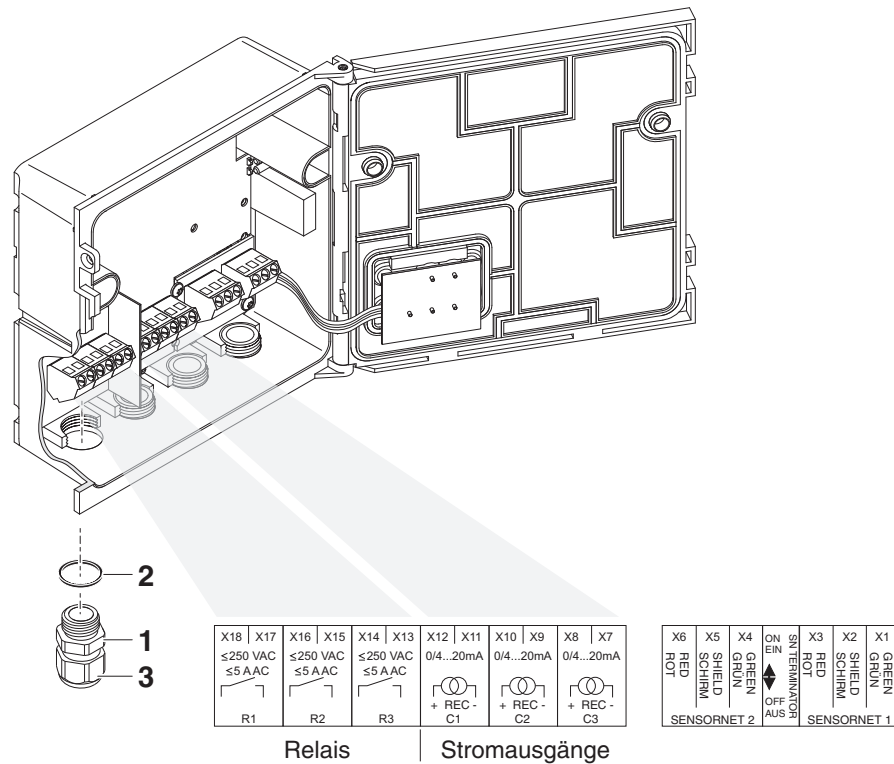

Bild 3-1 Klemmleiste mit den Relais- und Stromanschlüssen
- 2 Die Kabelverschraubung (Pos. 1 in Bild 3-1) mit dem Dichtring (Pos. 2) in das Modulgehäuse einschrauben.
- 3 Die Überwurfmutter (Pos. 3 in Bild 3-1) lockern.
- 6 Die Überwurfmutter (Pos. 3 in Bild 3-1) festziehen.